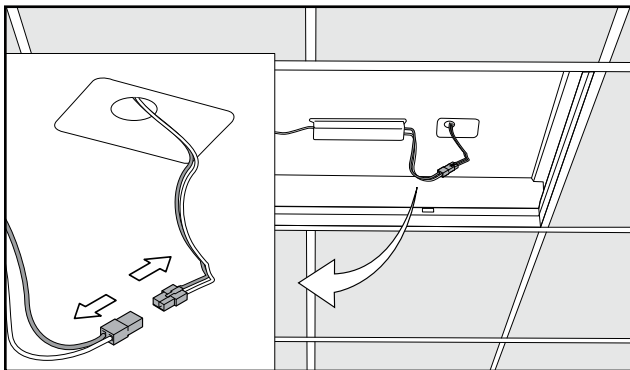

Figure 4.
4. Débranchez le ballast d'origine de la tension d'alimentation (fig. 4).